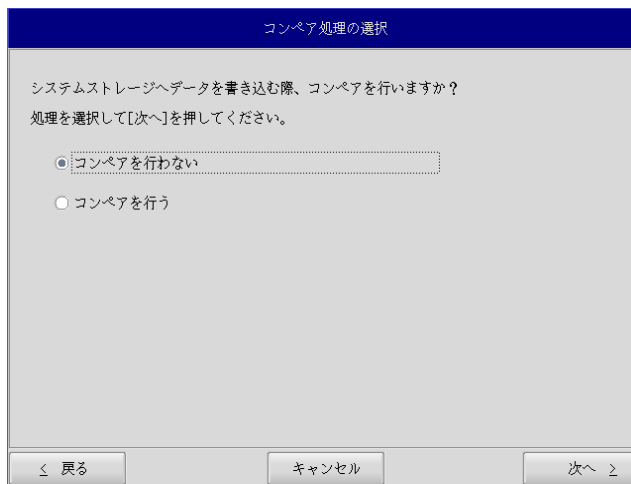

図 5-2-6. コンペア処理選択画面
- ⑩ コンペア処理の選択画面 (図 5-2-6) が表示されます。